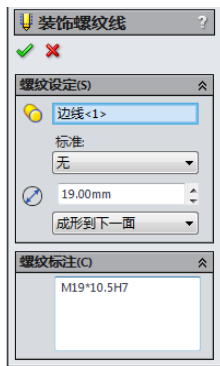
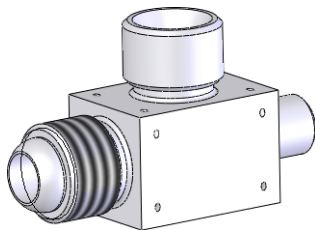

图 9-126 设置装饰螺纹线参数
图 9-127 生成装饰螺纹线
- 03 设定如图9-126所示的参数，并且输入螺纹标注内容“M19*10.5H7”，单击【确定】按钮，完成添加装饰螺纹线，如图9-127所示。